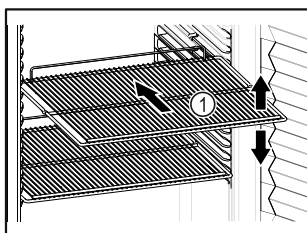

Fig. 31
- Если имеются решетчатые полки Fig. 31 (1), отрегулируйте высоту их установки.